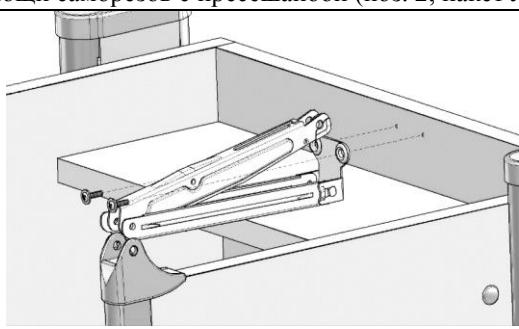

Рис. 18
5.2.2. К сборке по п.5.1.13. прикрутить кронштейн нижний с фиксатором при помощи саморезов с прессшайбой (поз. 2, пакет № 107). См. рис. 18.